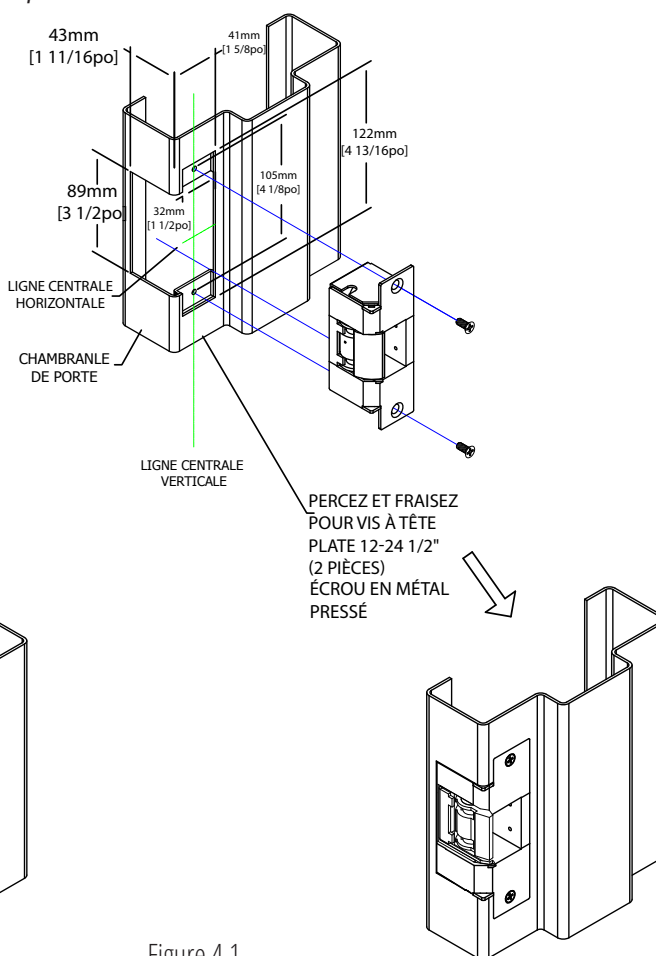

Figure 4.1
3. À l'aide d'un ciseau, d'une défonceuse ou d'une scie à jambage, découpez la mortaise dans le montant le long du contour marqué. La taille de la mortaise doit correspondre à la taille de la gâche électrique. Assurez-vous de découper à la profondeur indiquée dans la figure 4.1.
8. Assurez-vous que le montant de la porte/le portail a une découpe appropriée pour accueillir l'assemblage de la gâche. Si ce n'est pas le cas, reportez-vous à la figure 4.1 et découpez le montant si nécessaire.